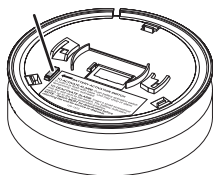

FIGURA 6B
4. Antes de montar el dispositivo, active la batería. Voltee la unidad y presione el interruptor de activación, hasta que quede al ras de la base. Ver Figura 6B. **CUANDO SE ACTIVA LA UNIDAD, PUEDE CHIRRIAR O EMITIR UNA ALARMA TEMPORAL.**